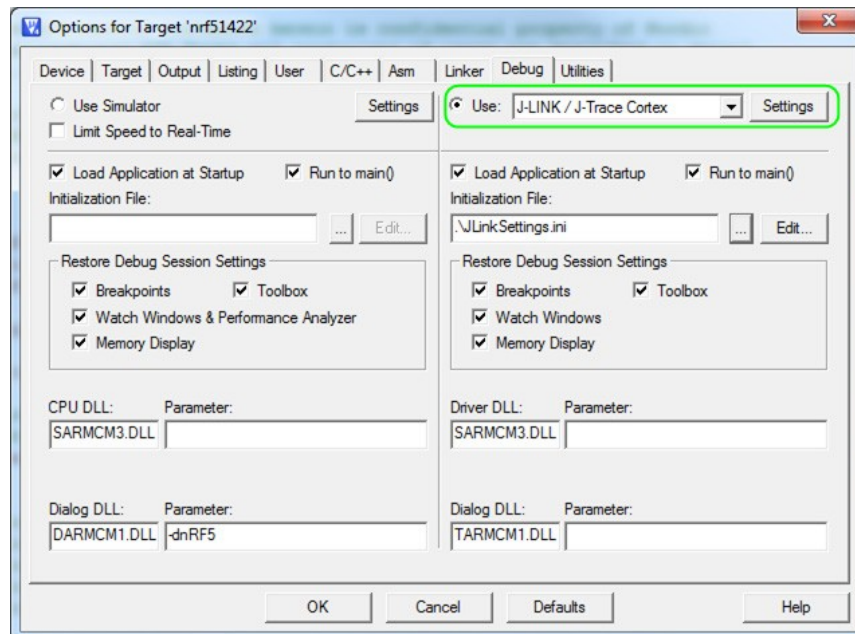

Figure 36 Selecting JLink debugger in Keil
- 在 **Debug** 标签下的 Use 列表中, 选择 **J-LINK / J-Trace Cortex** 选项, 如图 **Figure 36**.
- 点击 **Settings**, 如图 **Figure 36**. SEGGER Control Panel 和 Keil Target Driver Setup 两个界面将会打开。